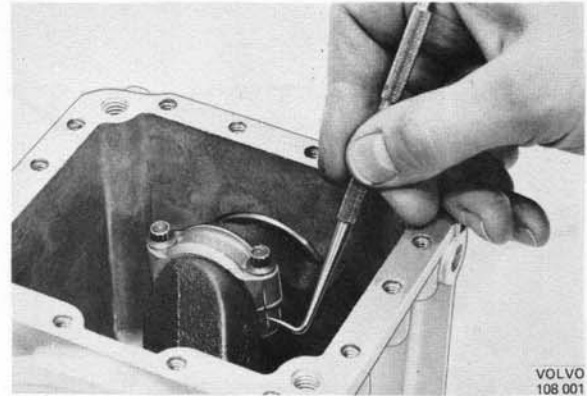

Abb. 58 Gegenüberliegende Kennzeichnung Pleuelschloß-Pleuelstange
4. Falls eine der Pleuelstangen wieder eingebaut werden soll, müssen Pleuelstangen und Pleuelschlösser gegenüberliegend gekennzeichnet werden (Abb. 58).